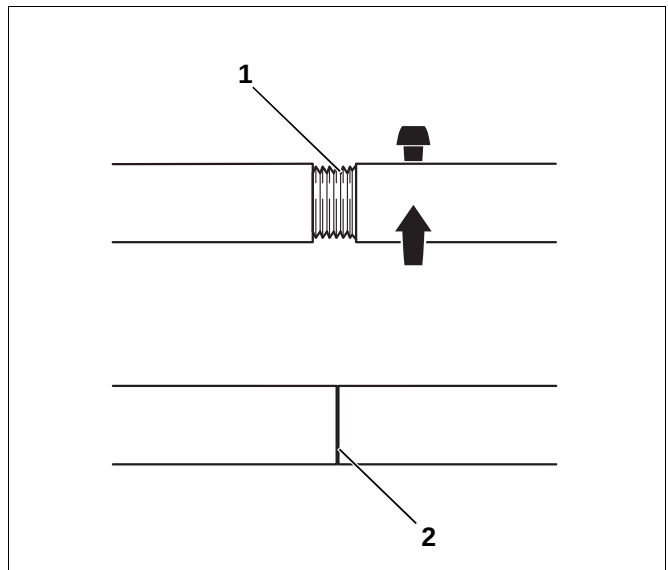

Fig. 17 Kjeltrekkeverktøy 2.3
Når kjeltrekkeverktøyet i størrelse 2.3 løsnes er det mulig at trekkstengenes skrueforbindelser blir løsere (fig. 17, **pos. 1**). Disse skal derfor kontrolleres og om nødvendig ettertrekkes før kjeltrekkeverktøyet brukes igjen (fig. 17, **pos. 2**). Hvis det presses med løse skrueforbindelser kan trekkeverktøyet skades eller ødelegges.